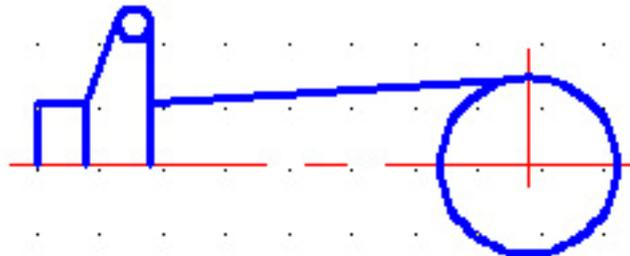

Рис. 43
1. Начертить три отрезка прямых, касательных к окружностям (команда **Отрезок**). В процессе черчения использовать разовую объектную привязку **Касательная** (рис.43).